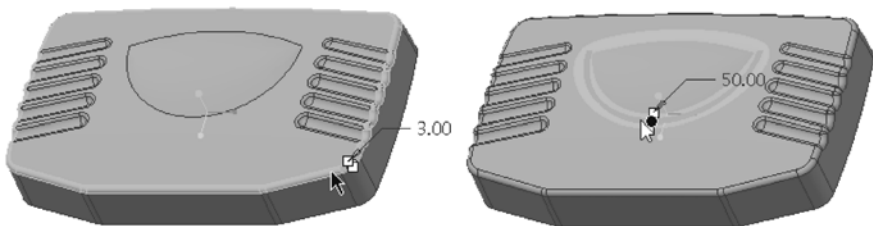

图 7-180 继续倒圆角
⑥ 使用同样的方法，继续创建另外的两个半径不同的倒圆角特征，如图 7-180 所示。